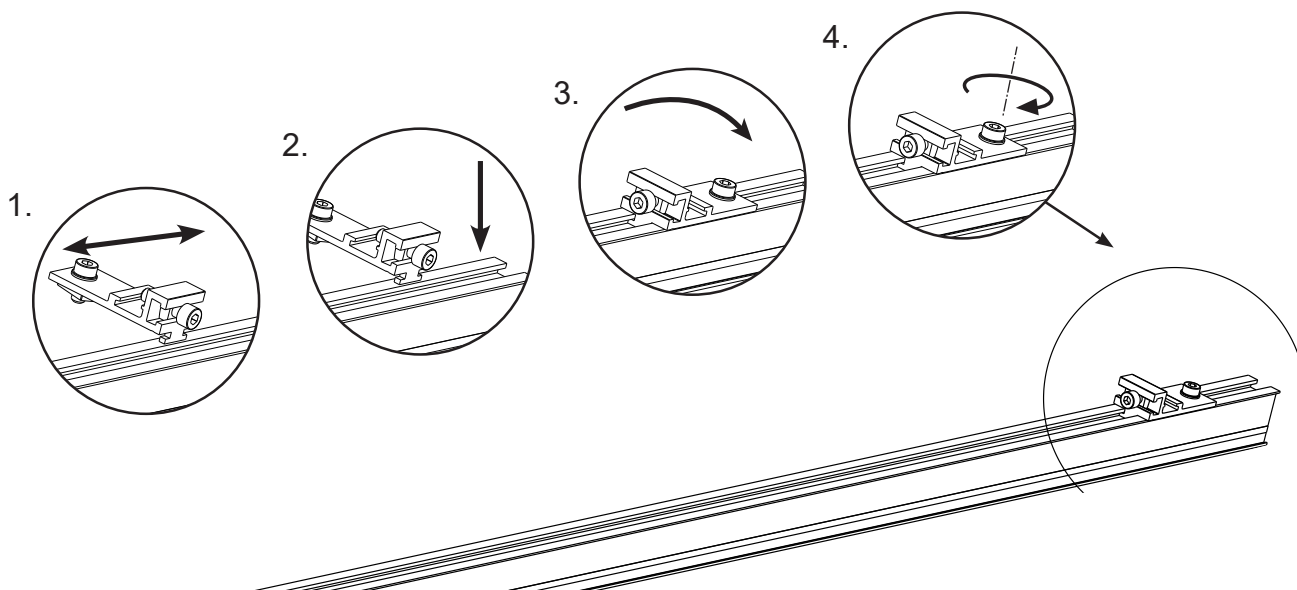

Fig. 14
- Aliniați și introduceți barele de legătură transversale conform tabelului din capitolul 7.2 (Fig. 14).